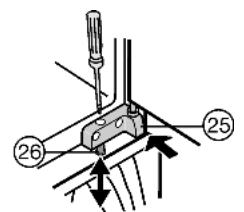

Fig. 13
- ▶ Apparaat qua hoogte uitlijnen: met behulp van de stelschroeven Fig. 13 (26) in de lagerblokken Fig. 13 (24,25).